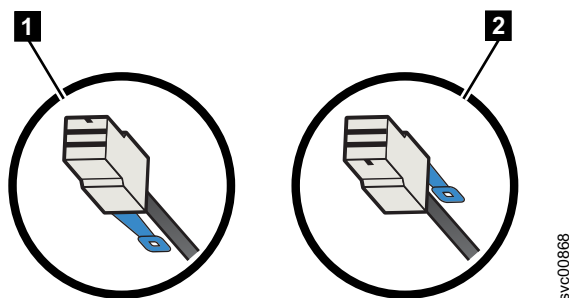

Рисунок 134. Ориентация штекера кабеля SAS
- Для корпусов расширения и 2145-12F синий фиксатор должен находиться под кабелем (**1** на рис. 134).
- Для узлов 2145-SV1 и 2145-DH8, а также корпусов 2145-92F синий фиксатор должен быть над штекером (**2** на рис. 134).